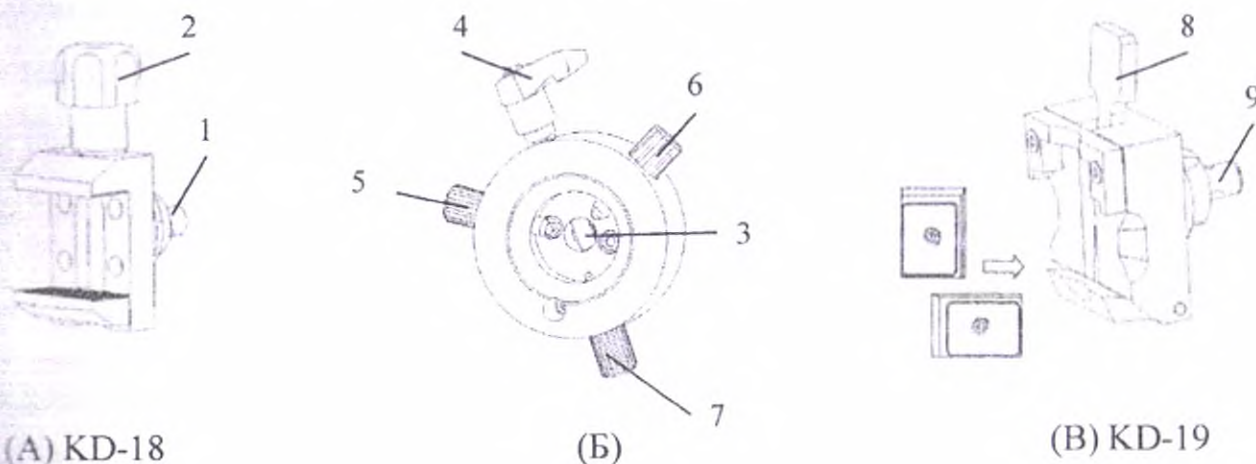

Рисунок 4. Установка зажимов исследуемых образцов
| Рисунок 4, (А) | Зажим образцов стандартный KD-18                              |
| Рисунок 4, (Б) | Держатель зажима образцов                                     |
| Рисунок 4, (В) | Зажим образцов кассетный универсальный KD-19                  |
| Рисунок 4, (1) | Направляющая Зажима образцов стандартного KD-18               |
| Рисунок 4, (2) | Винт Зажима образцов стандартного KD-18                       |
| Рисунок 4, (3) | Паз для установки зажима образцов                             |
| Рисунок 4, (4) | Ручка фиксации Зажима образцов на микротоме                   |
| Рисунок 4, (5) | Винт регулировки положения «вверх/вниз» зажима для образцов   |
| Рисунок 4, (6) | Винт регулировки положения «вправо/влево» зажима для образцов |
| Рисунок 4, (7) | Рукоятка, фиксирующая зажим для образцов на микротоме         |
| Рисунок 4, (8) | Рукоятка Зажима образцов универсального KD-19                 |
| Рисунок 4, (9) | Направляющая Зажима образцов универсального KD-19             |
- На стандартном держателе образца KD-18 (Рисунок 4, (А)) расположено зажимное приспособление. Отпустите ручку (Рисунок 4, (4)) на держателе зажима (Рисунок 4, (Б)), вставьте направляющую зажима для образцов (Рисунок 4, (1)) в паз (Рисунок 4, (3)), после чего зафиксируйте положение зажима для образцов ручкой (Рисунок 4, (4)).
- Поверните вниз фиксирующую рукоятку (Рисунок 4, (7)) для того, чтобы ослабить её усилие зажима. Положение держателя образца может быть отрегулировано при помощи регулировочных винтов (Рисунок 4, (5)) и (Рисунок 4, (6)).
**Внимание:** винты (Рисунок 4, (5)) и (Рисунок 4, (6)) следует вращать одновременно в пределах диапазона их вращения.
- Регулировочным винтом (Рисунок 4, (5)) можно выполнить регулировку положения держателя образца вверх/вниз, а винтом (Рисунок 4, (6)) положение вправо/влево. При выполнении такой настройки положения, фиксирующая рукоятка (Рисунок 4, (7)) должна быть опущена.
- После фиксации положения зажима образца, следует повернуть вверх фиксирующую рукоятку (Рисунок 4, (7)) до запираания.
- расслабьте ручку на держателе зажима (Рисунок 4, (4)),
- извлеките направляющую зажима образцов (Рисунок 4, (1) – для Зажима образцов стандартного KD-18; Рисунок 4, (9) – для Зажима образцов универсального KD-19),
- Поверните винт зажима (Рисунок 4, (2)) против часовой стрелки до упора;
- Отпустите винт зажима (Рисунок 4, (2)) для того, чтобы закрепить исследуемый образец.
- Потяните вперёд рукоятку (Рисунок 4, (8));
- Отпустите рукоятку (Рисунок 4, (8)) – для зажима для образцов KD-19) для того, чтобы закрепить исследуемый образец.